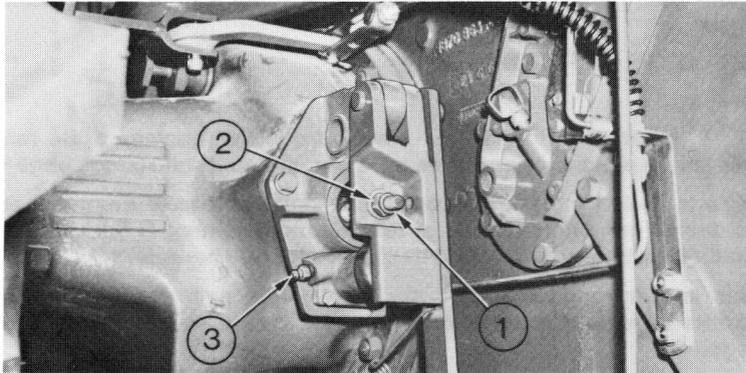

Fig. 25
- 6 – S'il est nécessaire de régler, tourner l'écrou de réglage (1 fig. 25) sur le levier actionnant le frein gauche 2, dans le sens des aiguilles d'une montre pour réduire la course ou en sens inverse pour l'augmenter. Serrer l'écrou de réglage.
- 4 – Nettoyer avec soin la prise de purge (3 fig. 25) sur le piston de frein à purger. Monter sur cette prise, l'extrémité du tuyau puis desserrer la prise de purge.